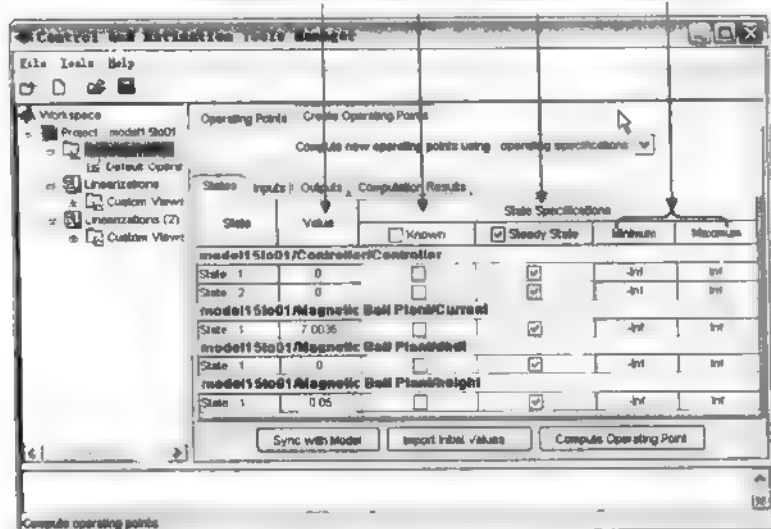

图 15.12 Control and Estimation Tools Manager 窗口
(1) 建立一个新的操作点。在 Control and Estimation Tools Manager 窗口中选择 Operating Points 节点，然后选择 Create Operating Points 控制面板。
(2) 在 Compute new operating points using 下拉列表框中选择 operating specifications 选项, 则 Control and Estimation Tools Manager 窗口如图 15.12 所示。